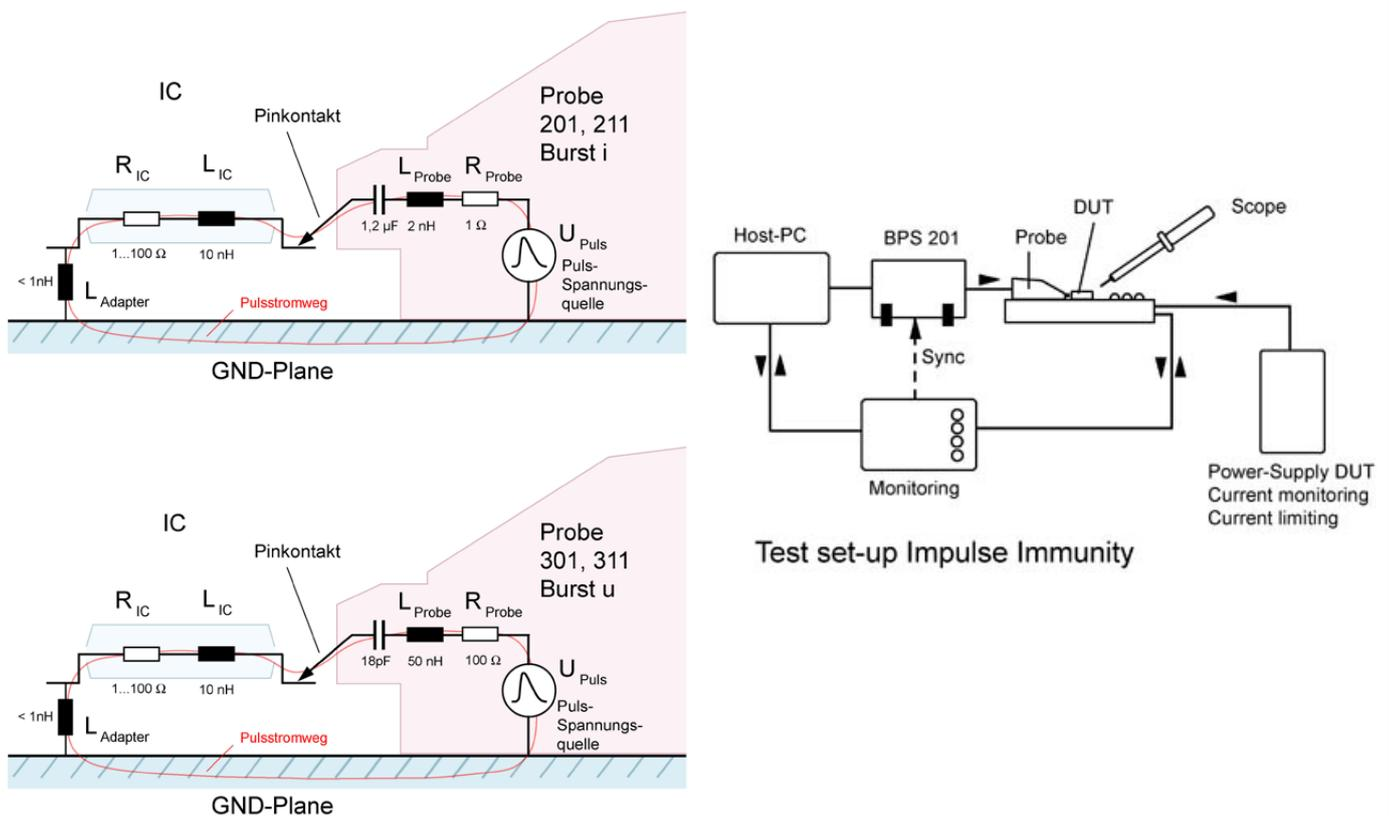

Bild 2 – Blockschaltbilder
1. Anschluss des 12 V Steckernetzteils an den Eingang **Power 12 V DC** der BPS 201 sowie einer Steckdose (Bild 2).